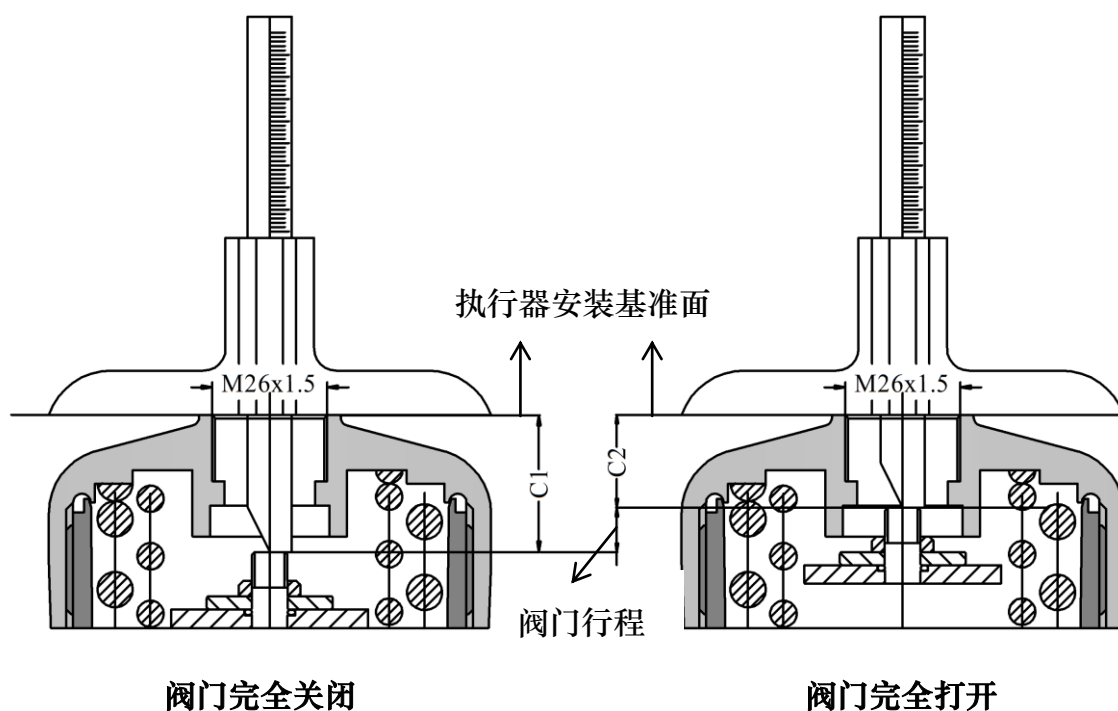

图38. C1 值和 C2 值测量
①	传感器	1	反馈阀门开度位置
②	安装板	1	连接定位器与执行器
③	O 型圈	2	$\Phi 20 \times 2$
④	固定件	2	用于固定安装板, G1/4 螺纹
⑤	M8 六角头螺栓	4	M8 \times 16
⑥	传感器接头	1	将传感器连接到定位器
- 阀门处于完全关闭和完全打开状态时, 用深度尺分别测量执行器阀杆顶端到执行器顶部安装基准面的距离 C1 值和 C2 值 (图 38 中标注所示), 并记录。